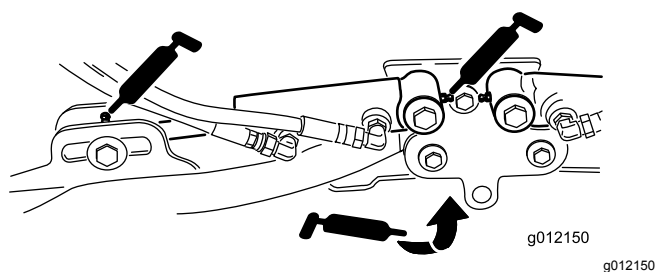

Figura 75
- Cilindros do braço de elevação da unidade de corte (2 cada) (Figura 75)